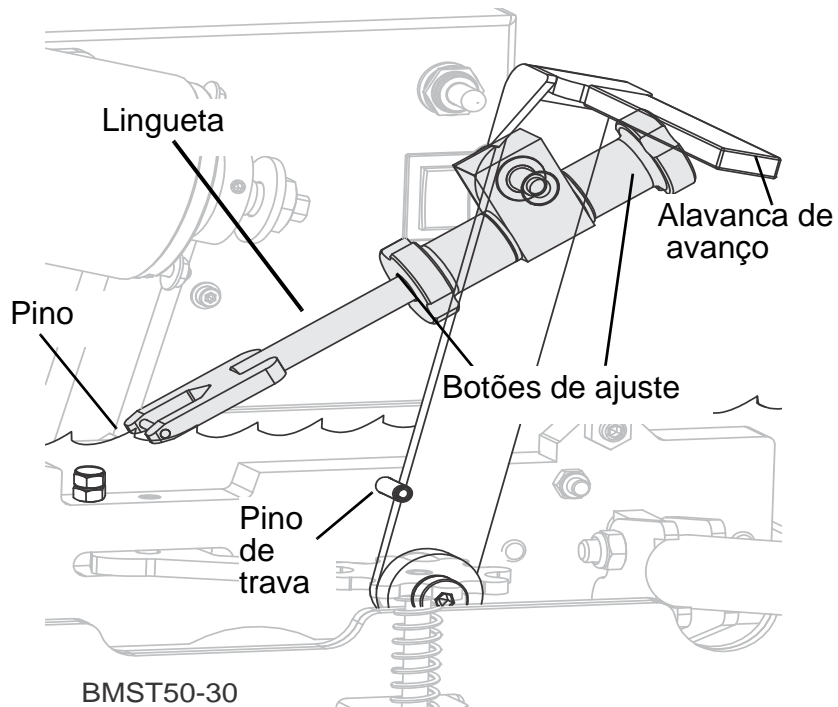

FIG. 3-6
- Com a lâmina fixada na posição de afiação, solte as porcas de ajuste da lingueta com uma chave de fenda. Ver fig. 3-6